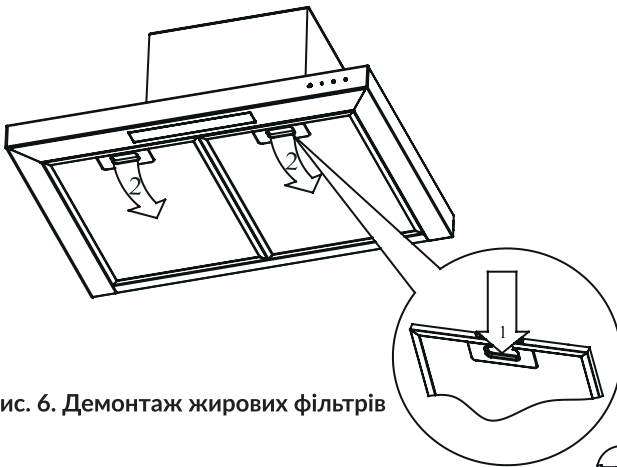

Рис. 6. Демонтаж жирових фільтрів
4. Вкрутіть елемент кріплення повітропроводу, повісьте витяжку на два незакручених ґвинти (Рис. 6).